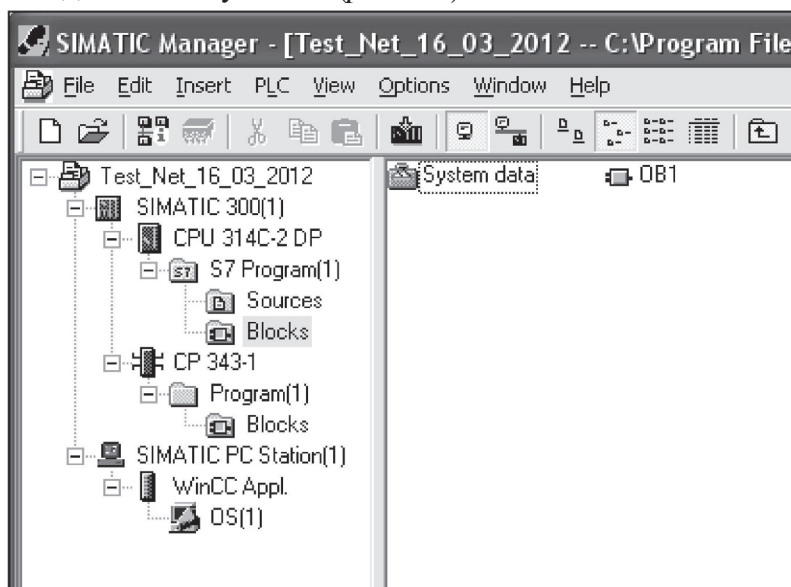

Рис. 2.3. Содержание папки Blocks
1. Заходим в папку *Blocks* (рис. 2.3).